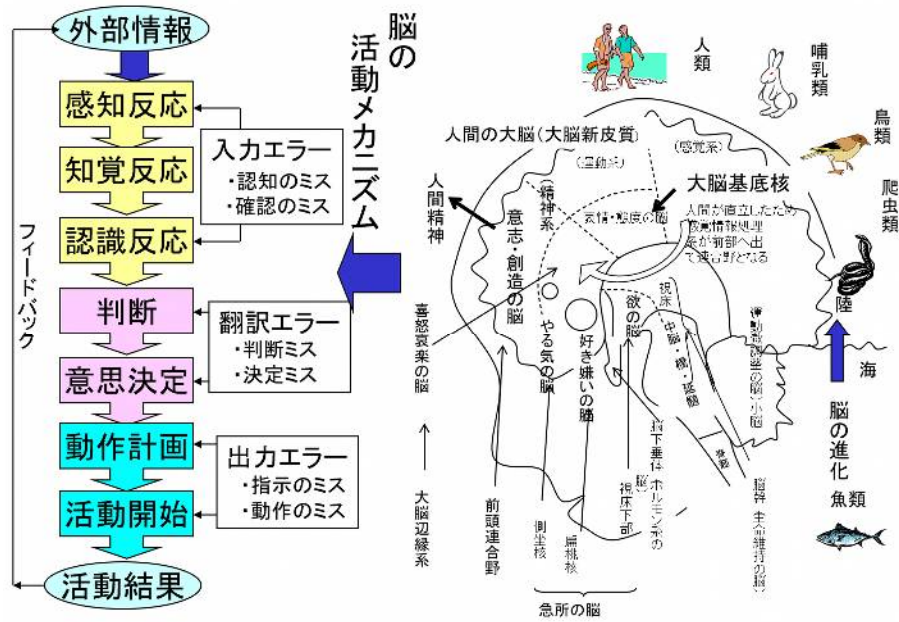

図3-7 人間の脳の機能と、情報処理過程とミス発生要因
(1) 入力エラー: 図 3-7 に紹介したように、大脳の情報処理手順上、情報が入って来たのに、人が確認しないという現象が起きることがあります。この場
- (2) 翻訳エラー：対象は見てチェックしているが、既に、大脳に蓄積されている違った情報で理解（解釈）するために判断を誤る現象です。この代表例は「醤油とソースを間違えた」とか「塩と砂糖を間違えた」という例などが紹介されてきました。このような場合、実際に味を確認願うと「いつもこうだったから！」と答え、過去の記憶に頼った行動にだけ頼る行動は、時に危険であることが判ります。また、この段階で、チェックリストなどで確実な確認をして行く大切さを教えると効果的です。さらに、
- (3) 出力エラー：チェックした、また、人には、確実に見て、口頭で確認事項を語るのに、それと違った行為をする例があります。これは、図 3-7 の左端の下に記載した情報処理が出る現象です。例えば、ゴルフの場合、「やってはいけない！ こう打つと池ポチャになるので注意！」と注意すると、国際的に知られる有名なプロでも池ポチャする例がありました。一般人の場合、交通安全期間に交差点で警察官が厳しい管理をしている状況を意識すると、つい頭の中から「やってはいけない注意が出てきた結果、追突事故を起こす」例がありますが、この種、脳内の情報処理で起こす問題です。この種の対策は、特
もうひとつ、大脳生理学的による、表 3-1 のフェーズⅣの例を紹介することにします。アイススケートの国際試合を TV で見ていると「あの、有名また、調子よい優勝候補の選手が、あそこでミスするとは、なぜ？」という現象がありました。反省をお聞きすると、「指導者や監督が試合前にいろいろと注意され、思わず緊張した！」とか、「報道陣がその技に大きな期待を掛け、絶対失敗してはいけない！と思ったが、逆にミスを誘発した！」という状況でしたが、これも、図 3-7 の左下の現象です。筆者の体験でも、例えば、剣道の七段試験の時、見ていると、その方の指導者（八段の先生）が「〇君、頑張れ、あの〇〇技は審査で出すな！・・・落ちるから・・・」と注意すると、試験で必ず、それをやってしまう現象を多数拝見してきました。この現象は、注意と期待という重圧で冷静さを失った結果「失敗を招く！」という例です。この種の対策に対しては、①訓練して体に覚えさせる対策、②練習とリラックスで、失敗しない自信を持つ対策、それでも精神的に弱い方には、③メンタルトレーニングがあります。『指差し+呼称確認+W チェック』には、HE を 1/900 万にする力があるわけですが、このような場合、万能で無いことがあります。従って、この数値の実効を得るために、時に、読者の皆様には、「この種の環境条件のチェックと、この面に対する工夫や改善が必要である」という点に、ご注意をお願いします。